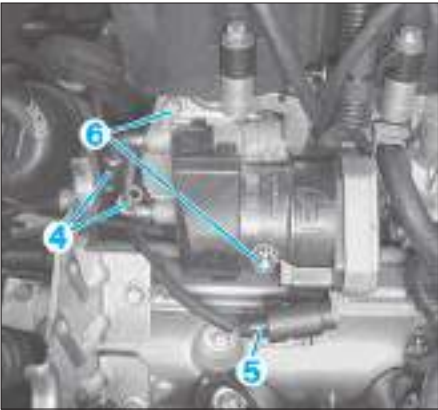
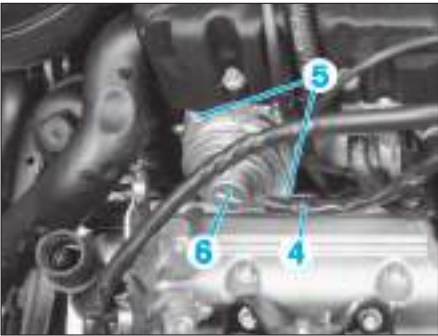

FIG. 48
FIG. 49
- **Véhicule avec filtre à particules**, déposer l'actionneur de vanne de recyclage des gaz d'échappement (Fig.48) :
- déposer les durits de refroidissement des canalisations (4),
- débrancher le connecteur électrique (5),
- déposer les vis (6) puis l'actionneur de vanne de recyclage des gaz d'échappement.
- **Véhicule sans filtre à particules**, déposer l'actionneur de vanne de recyclage des gaz d'échappement (Fig.49) :
- déposer la durit (4),
- déposer les vis (5) puis l'actionneur de vanne de recyclage des gaz d'échappement (6).